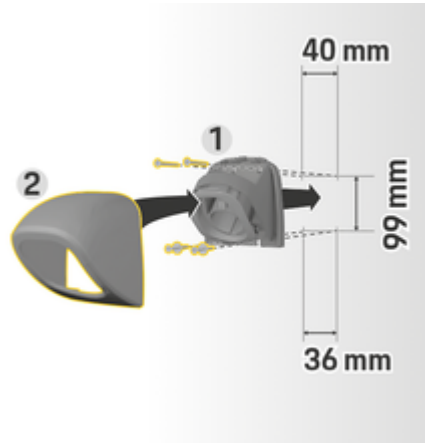

Bild 3: Borrått
1. Ta ut kontakthållaren **1** (Bild 3) ur skyddet **2** (Bild 3).
4. Skruva fast kontakthållaren **1** (Bild 3) på väggen.
5. Trä på skyddet **2** (Bild 3) på kontakthållaren **1** (Bild 3) nedifrån och tryck det uppåt.